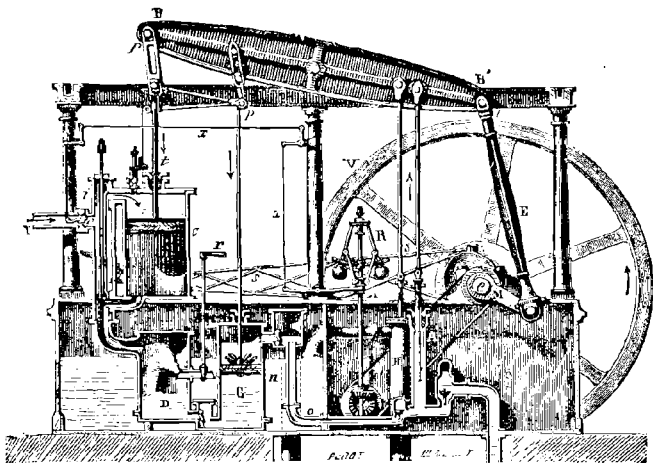

Fig. 95.
3. Les détails qui précèdent permettent de se rendre compte de la machine de Watt à double effet (*fig. 95*). La vapeur, arrivant de la chaudière par le tube T, entre dans la boîte *i*, d'où le tiroir la fait passer alternativement dans le cylindre C et dans le condenseur D. Le piston a sa tige *t* articulée avec l'une des extrémités du balancier BB', au moyen du parallélogramme articulé *pp'*. A l'autre extrémité du balancier est articulée, en *t'*, la bielle E, articulée elle-même avec la manivelle M, laquelle est fixée à l'arbre *e* de la machine qu'on veut faire marcher, ainsi qu'au volant V. La tringle *ss*, qui est montée sur ce même